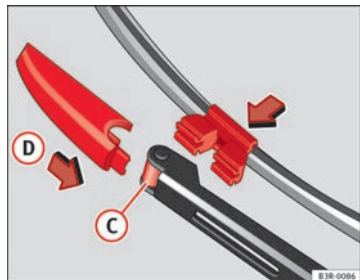

Fig. 171 Colocar la escobilla
- Coloque la escobilla nueva en el alojamiento del brazo del limpiaparabrisas → fig. 171 **C**.